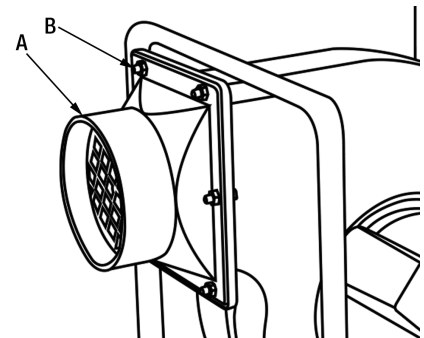

FIGURE 4
Votre système Vinyl-Vac est presque entièrement assemblé dès la sortie de la boîte. Retirez la machine principale et les composants de la boîte. Installez le raccord de sortie en plastique (A) Fig.4 sur la machine tel que montré en utilisant 6 boulons hexagonaux, rondelles et écrous hexagonaux (B). Installez 4 pieds en caoutchouc (diagramme #510) au bas du cadre tubulaire.